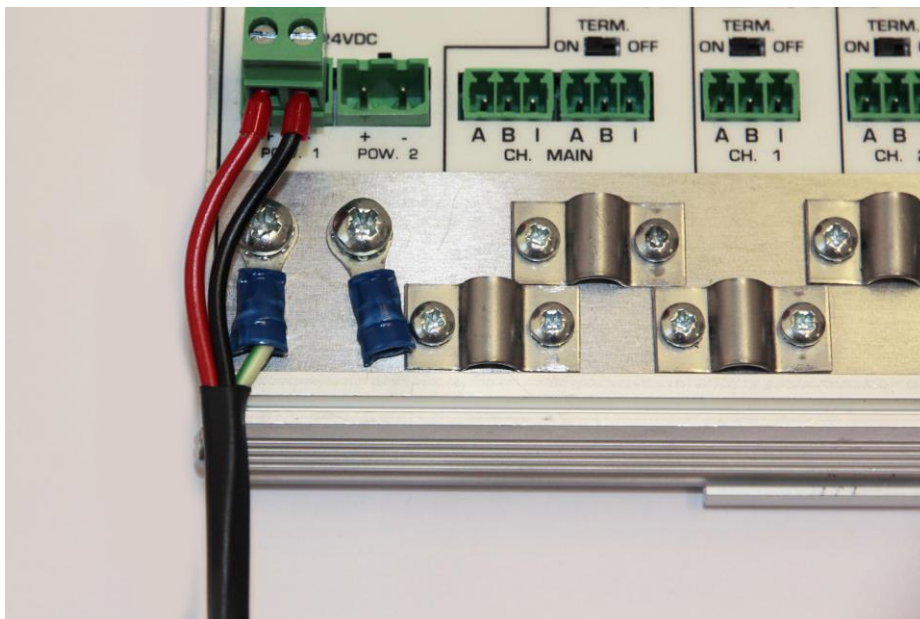

Abb. 12- Verbindung zur Bodenschiene
① Es wird empfohlen, ein Netzteil mit einer Erdleitung (3-Leiter) zu verwenden. Verbinden Sie das Massekabel des Netzkabels mit der Masseschiene des ProfiHubs. B4FO2+R. Verbinden Sie die Erdungsschiene mit der gemeinsamen Masse über ein separates Massekabel. Siehe Abb. 12 für ein Beispiel.